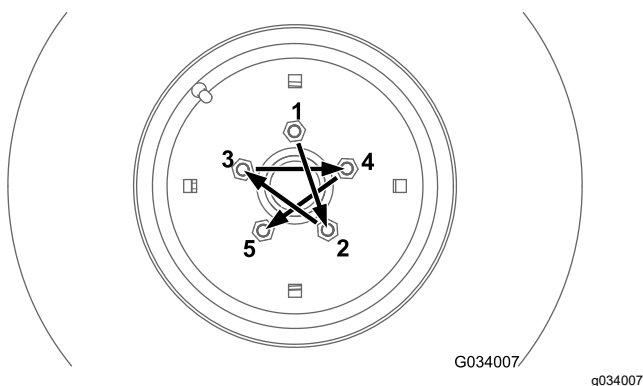
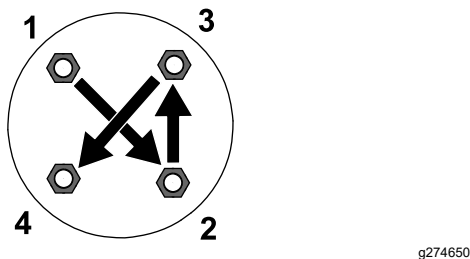

Figura 69
Figura 70
Strângeți prezoanele de la roile față i spate (doar maini cu traciune integrală) conform unui model, aa cum se arată în Figura 69 i Figura 70 la cuplul specificat.
- Roi față: consultați Figura 69
- Roi spate (doar maini cu traciune integrală): consultați Figura 70